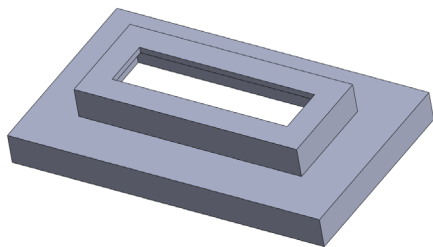

图 9-47 打开素材模型
(1) 单击常用工具栏中的【打开】按钮，打开一幅素材模型，如图 9-47 所示。